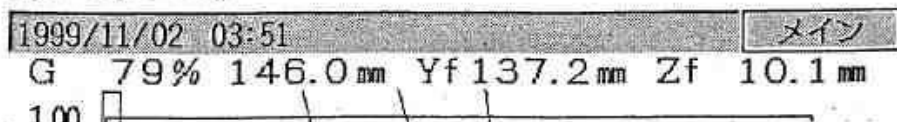

図 5.6 時計表示・ガイダンス表示エリアと探傷・測定結果表示エリアの表示例
時計表示・ガイダンス表示エリア（上段）と探傷・測定結果表示エリア（下段）を図5.6 に示します。
(2) 探傷・測定結果表示エリア (図 5.6参照)